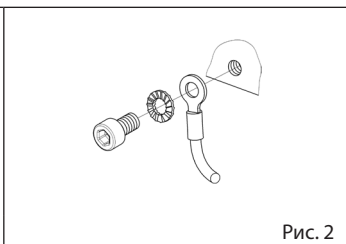
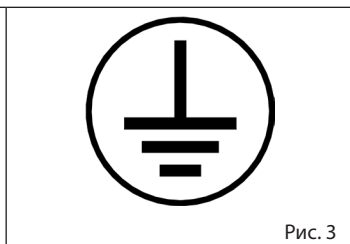

Рис. 2
Рис. 3
- 4.11 **Насос должен быть заземлен** с помощью специального соединительного элемента, состоящего из винта и зубчатой шайбы из нержавеющей стали (рис. 2), закрепленных на боковой крышке через резьбовое отверстие, обозначенное этикеткой с символом заземления (рис. 3), как указано в руководстве по эксплуатации и техническому обслуживанию и в брошюре с техническими данными (если таковая имеется). Используемый провод должен иметь соответствующее сечение (примерно равное сечению проводников силового кабеля двигателя) и не должен подвергаться механическим нагрузкам. Насос, электродвигатель и их соединительные узлы должны быть заземлены и иметь одинаковый уровень электрического потенциала.